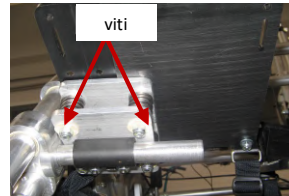

fig. 13.2
- a testa esagonale, posizionate tra le due piastre in alluminio, nel caso di pedana con flessione estensione (fig. 13.2)